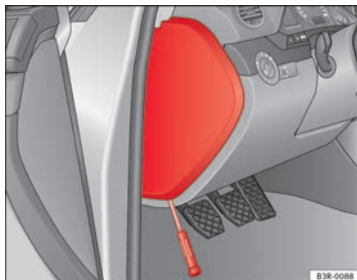

Abb. 189 Links in der Instrumententafel: Abdeckung des Sicherungskastens.
- **Öffnen:** Zum Öffnen des Sicherungsdeckels → Abb. 189 einen Schraubendreher benutzen.